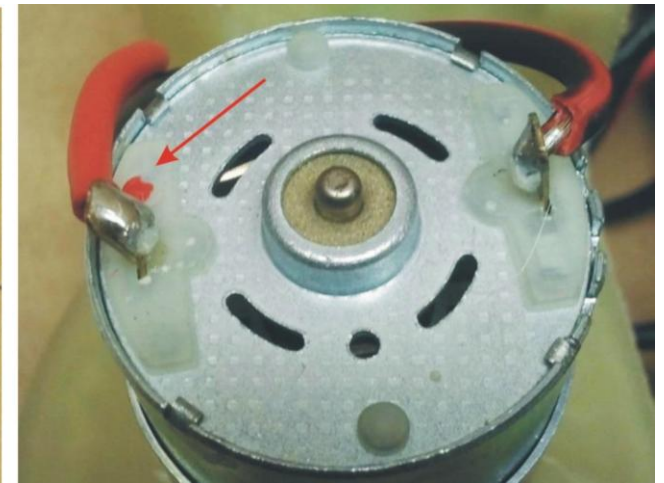

Рис. 7
Для проверки мотора первой ступени отпаиваем проводники от электрического мотора первой ступени. Обратите внимание, плюсовая клемма отмечена красной точкой на корпусе насоса Рис.7, если отметки нет, сделайте ее маркером. К клеммам мотора подпаиваем приготовленные нами заранее провода и подключаем первую ступень напрямую к аккумулятору, соблюдая правильную полярность. Если двигатель заработал, значит, он исправен.
Для проверки мотора второй ступени (все части ступени должны быть полностью собраны) отпаиваем от него провода Рис.7. Обратите внимание, плюсовая клемма отмечена красной точкой на корпусе насоса, если отметки нет, сделайте ее маркером. Вместо них подпаиваем приготовленные нами заранее провода,
**ВТР12М(Д)** - Чтобы снять вышедшую из строя плату, необходимо разобрать насос Рис.1, 2. Отпаять провода питания Рис. 17 (поз. 1), провода от моторчиков (поз.2), отсоединить контакты геркона (поз. 3) и клемму датчика давления (поз. 4). Открутить крепежные саморезы и снять плату. При установке и пайке новой платы постарайтесь проложить провода таким же образом, как было. Соблюдайте полярность (красный провод «+», черный «-»). Клеммы питания подписаны «+12V» и «GND» («земля», минус) (Рис.18). На моторчиках плюсовой контакт обозначен красной точкой (Рис.7).